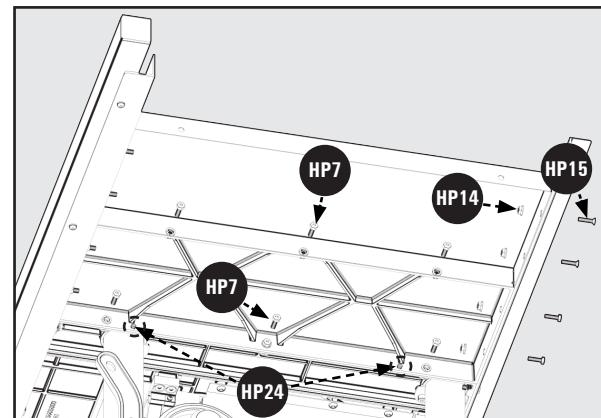

Figura 9
6. Gire las dos alas unidas y sujetéelas al lado de la mesa de la sierra utilizando tres tornillos de cabeza hexagonal de 5/16 18 x 7/8 pulgadas con arandelas de seguridad divididas **HP7**. Vea la Figura 9.
NOTA: Hay cuatro tornillos de fijación 5/16-18 **HP24** para el ala de extensión de hierro fundido para la 36-5100 T2. Dos tornillos de fijación para cada ala de extensión de hierro fundido. Los tornillos de fijación se utilizan para ajustar el nivel. Vea la Figura 9.
NOTA: Hay cuatro tornillos de fijación **HP24** de 5/16-18 para las alas de extensión de hierro fundido para la 36-5100 T2. Dos tornillos de fijación para cada ala de extensión de hierro fundido. Los tornillos de fijación se utilizan para ajustar el nivel. Vea la Figura 9.